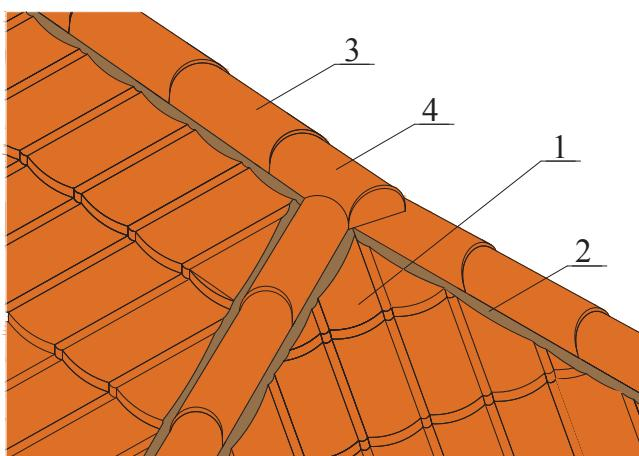

Рис. 21
4.7.5. Вместо Y-образных коньковых элементов допускается использовать начальный или оконечный коньковые элементы. В этом случае начальный или оконечный коньковый элемент обрезают по контуру закрепленных на ребре коньковых элементов и механически крепят, как показано на рис. 21. Места стыков обрабатывают грунтовкой и минеральной посыпкой из состава ремонтного комплекта Decra® Repair Kit.